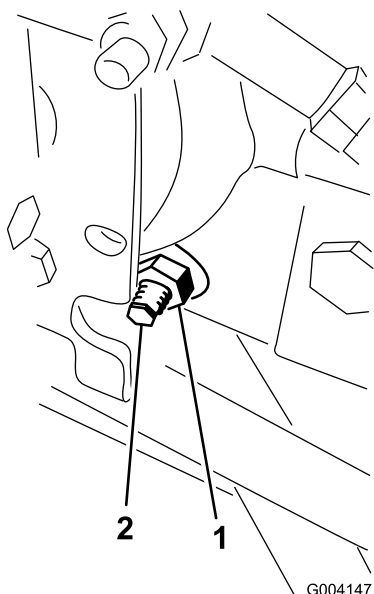

Figura 45
3. Dal lato destro dell'idrostat, allentate il dado di bloccaggio sulla camma di regolazione della trazione (Figura 45).